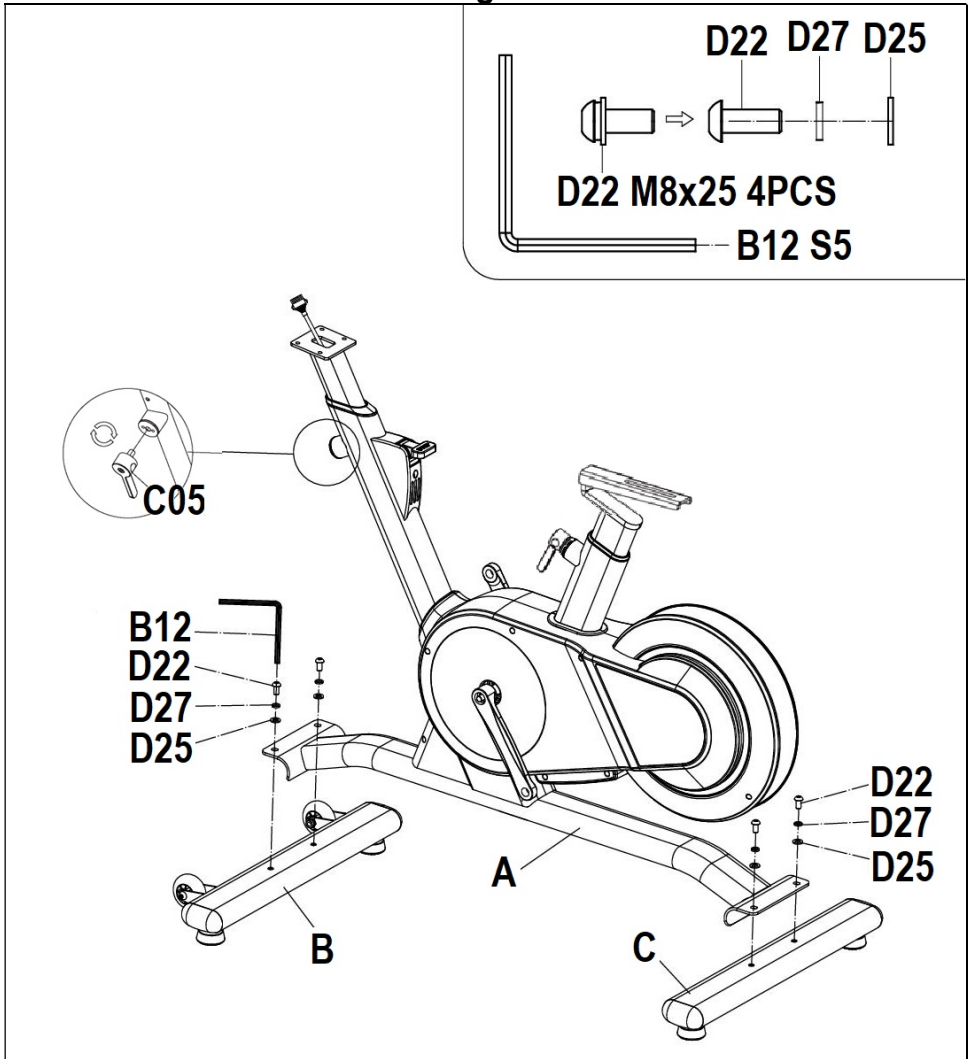

Fig.2
Primero fije el soporte iPad (D) introduciendo los enganches (H) en los orificios (K), Fig.2. Coloque los tornillos (D24).